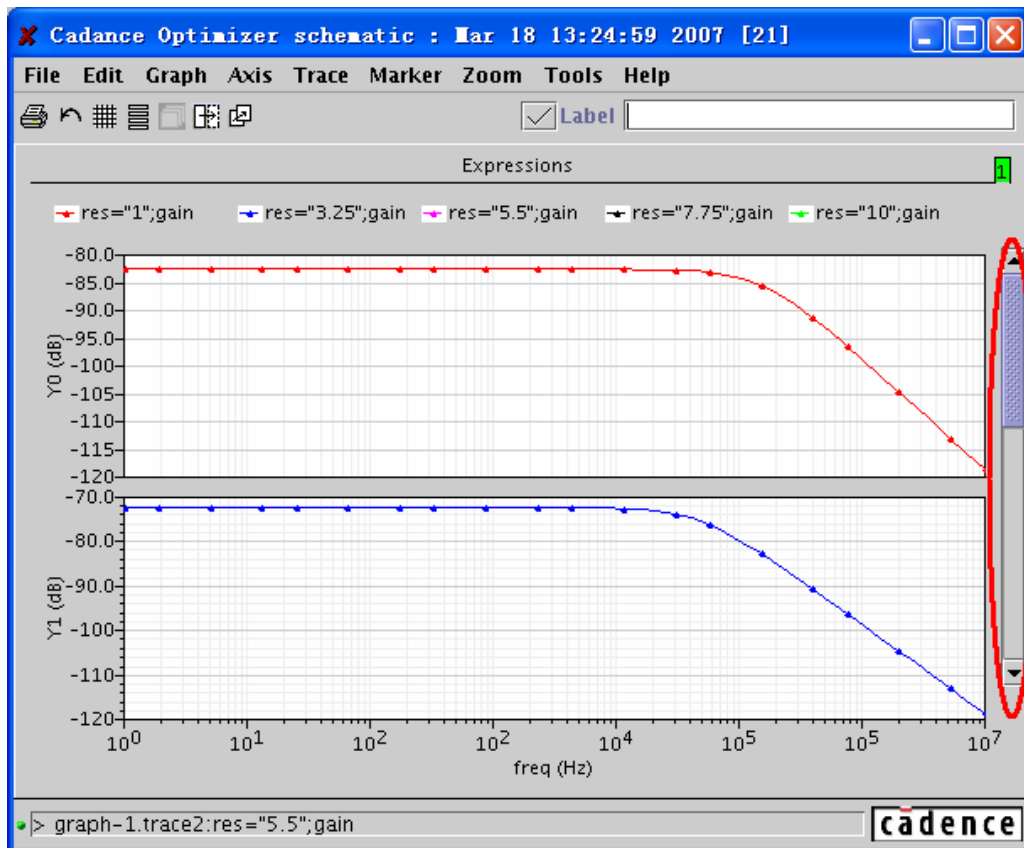

图 12.19 当分栏数大于最大可以显示的行数时出现一个滚动条
- 3) 在“Strip Chart Visible Rows”中填入图表中分栏显示时，可以看见的行数。当分栏数大于最大可以显示的行数时，会出现一个滚动条，从而选择显示波形，如图 12.19 所示。当图表中只有一个波形时，“Strip Chart Visible Rows”栏失去作用，变成灰色。